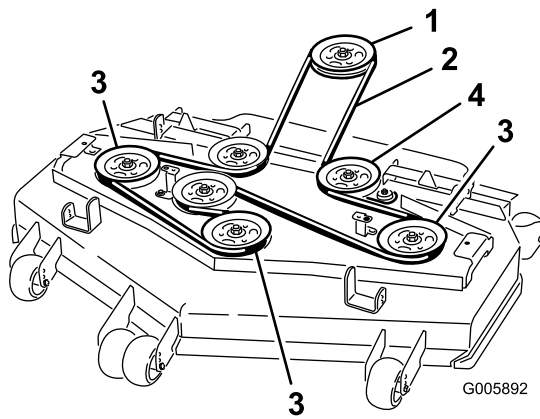

Bild 58
6. Verlegen Sie den neuen Riemen um die Scheiben (Bild 58).